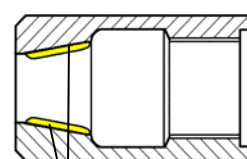

図7-2
- (1) レンチ(24mm)でノズハウジングを外してください。
- (2) 14mmと15mmスパナでジョーケースをプリングヘッドから外してください。このとき外れてくる部品を図7-2に示します。
- (3) これらの部品を灯油等で洗浄してください。特に、ジョーの歯に詰まった金属粉はワイヤブラシ等で充分に取り除いてください。また、ノズハウジングとハイドロリックピストンの内部は圧縮空気を吹き付けて掃除してください。